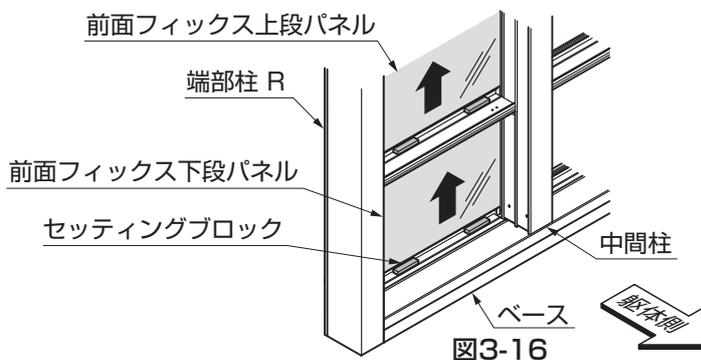

図3-16
③ 前面フィックスパネルを上方へ持上げて、セッティングブロック下面用をベースに取付けてください。(図3-16参照)